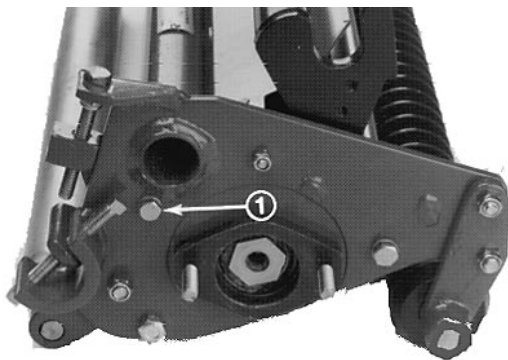

Bild 4
- Die Sicherungsschraube an der Seite der Mähspindel lockern (Bild 4).